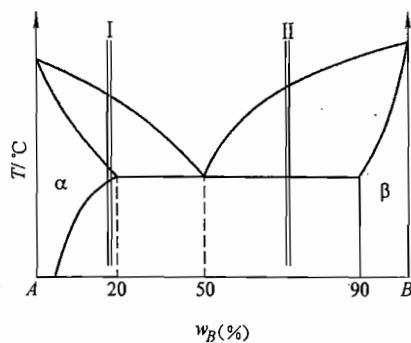

图 28-2 第三题第 2 小题图
2. 请根据图 28-2 所示二元共晶相图分析解答下列问题: